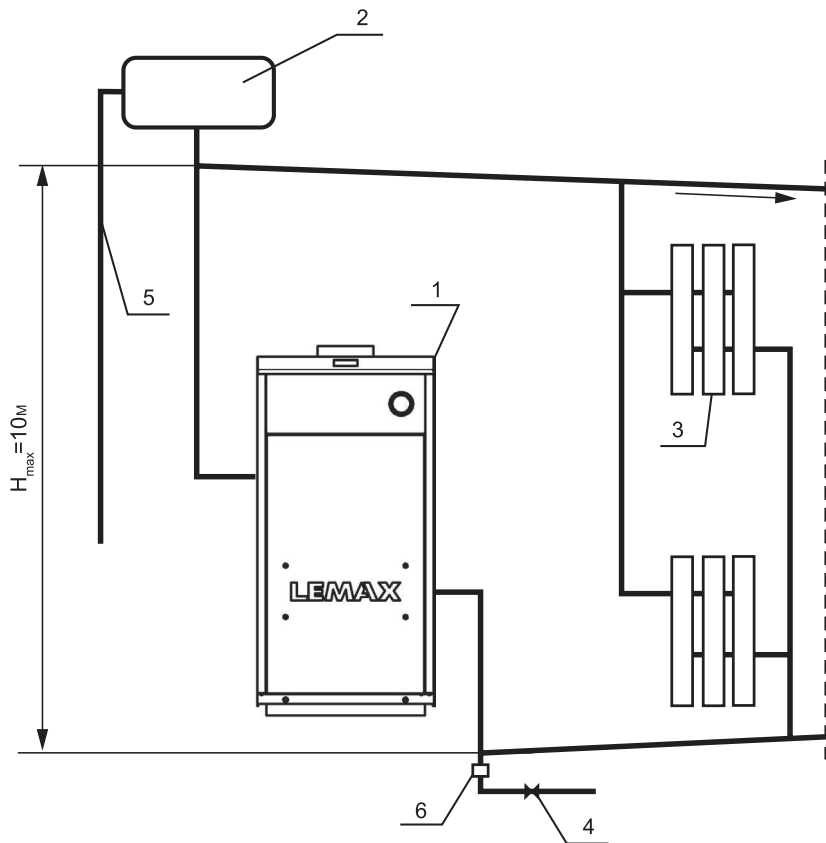

Рис. 2.
- 6.6. Р ширительный б чок уст н влив ется в верхней точке гл вного стояк , жел тельно в от плив еном помещении. З прец ется уст н влив ть вентиль н сигн льной трубе (см. рис. 2, 3).